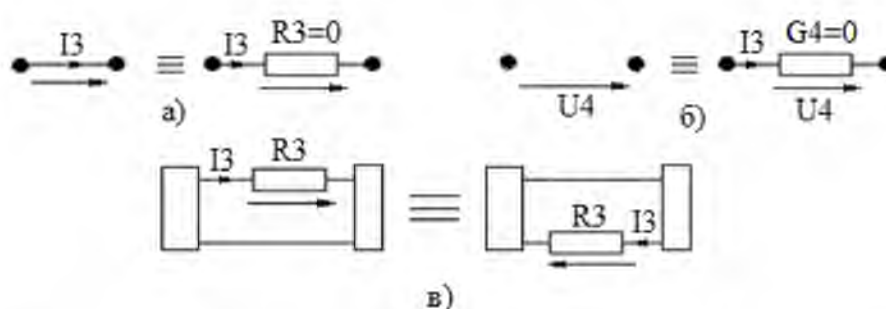

Рис.2.5. Эквивалентные преобразования элементов лестничной цепи:
В приведенных ниже вариантах схем основным является вариант 1, остальные можно привести к нему используя три преобразования, представленные на рис. 2.5.
- короткозамкнутую ветвь можно заменить обычной с сопротивлением, равным нулю (рис.2.5а),
- разомкнутую ветвь можно заменить обычной с проводимостью, равной нулю (рис.2.5б),
- расчет лестничной цепи не изменится, если в любом поперечном сечении резистор перенести из верхнего провода в нижний и поменять направления тока и напряжения (рис.2.5в).